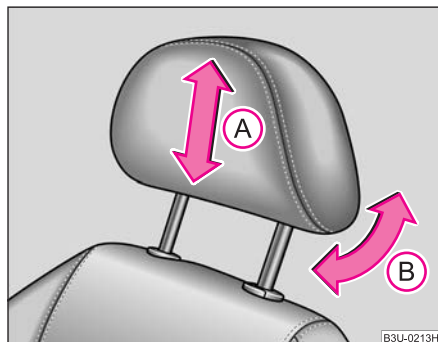

Fig. 47 Ajustar el reposacabezas
- Debe asir el reposacabezas por los lados con las dos manos y desplazarlo en el sentido de la flecha **A** ⇒ fig. 47 hacia arriba o hacia abajo. Ajuste el reposacabezas de tal modo, que el borde superior del mismo se encuentre, de ser posible, a la misma altura que la parte superior de su cabeza ⇒ página 129, fig. 103.
- Puede adaptar el reposacabezas a la cabeza inclinandolo en el sentido de la flecha **B** ⇒ fig. 47. Mediante la adaptación del reposacabezas aumenta el confort durante la marcha.